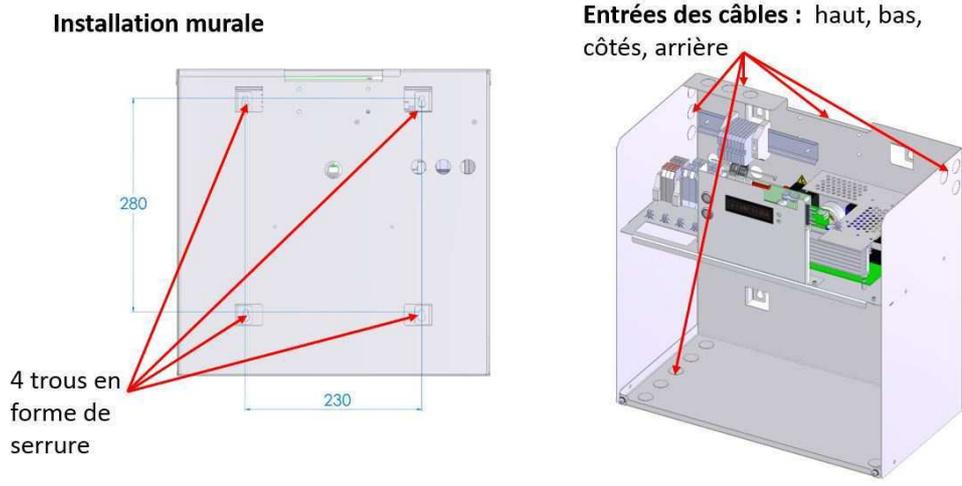

Figure 3: Installation murale et entrée des câbles
- Le raccordement s'effectue à travers les presses étoupes fournis aux emplacements indiqués Figure 3.